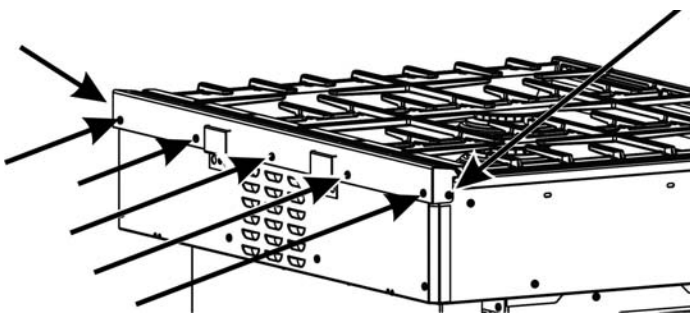

Figure 6 : Emplacements des vis de la garniture
4. Si l'arrière de la cuisinière ne ressemble pas à l'illustration de la cuisinière de la Figure 6, allez à la procédure page 3.
5. Retirez les vis qui maintiennent la garniture (cinq vis à l'arrière et une vis à chaque extrémité) (voir Figure 6). Conservez ces vis pour installer le dossieret bas.
8. Fixez le dossieret bas à l'aide d'une vis à chaque extrémité, puis maintenez le dossieret bas en position verticale tout en fixant les 5 vis à l'arrière (voir Figure 6).